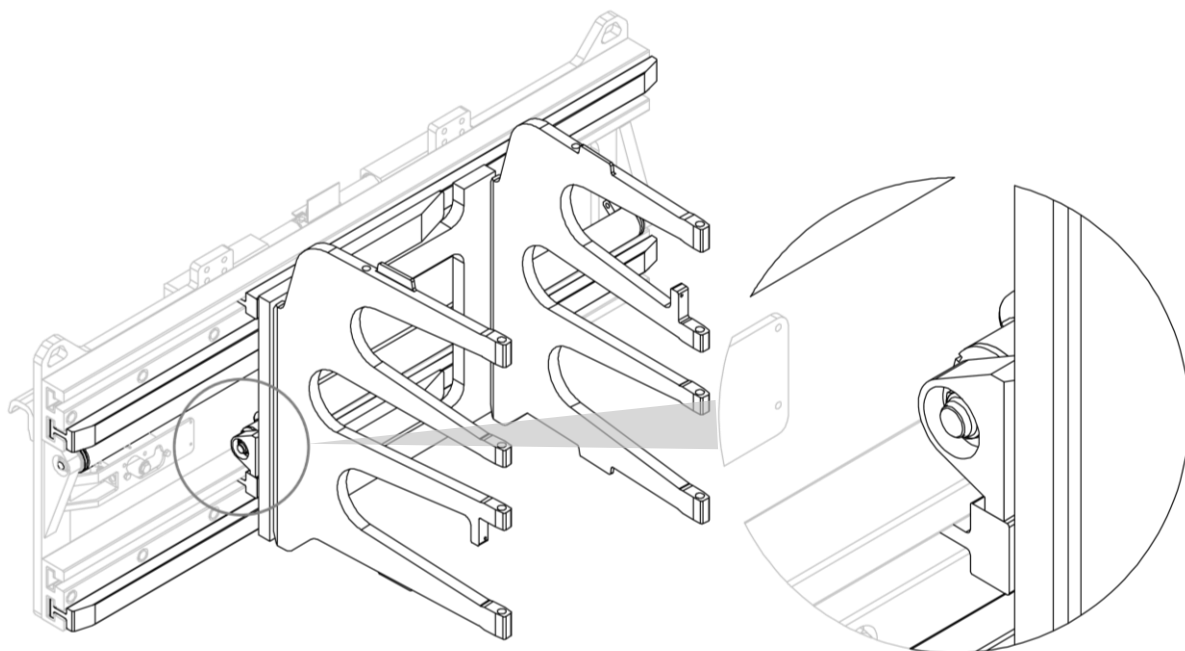
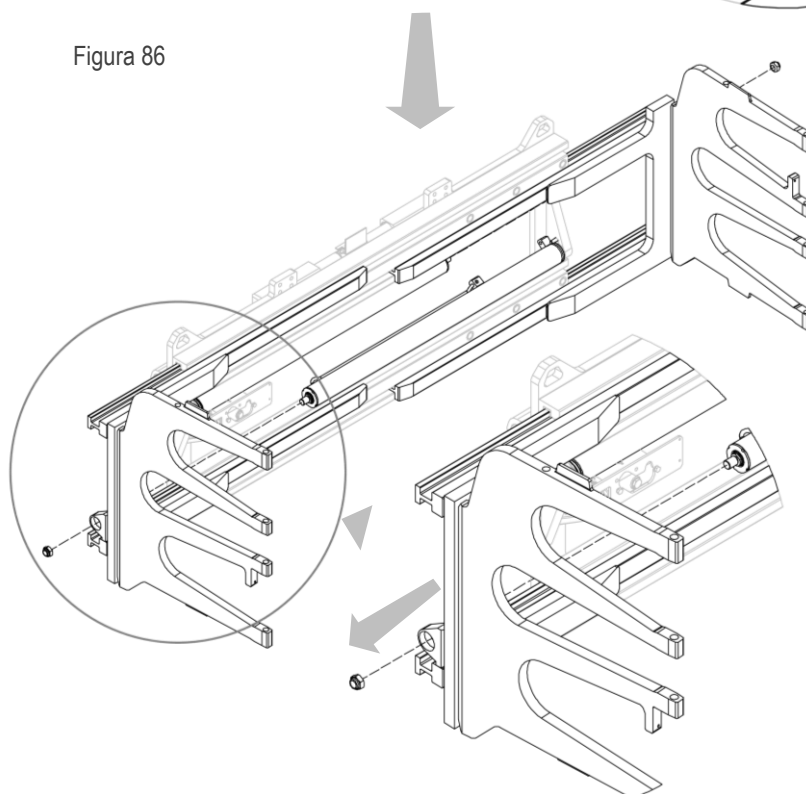

Figura 86
Figura 87
3. Rimuovere, una per volta, le forcelle dalle apposite sedi dopo aver rimosso i relativi dadi che le vincolano ai cilindri (vedi *Figura 86* e *Figura 87*).